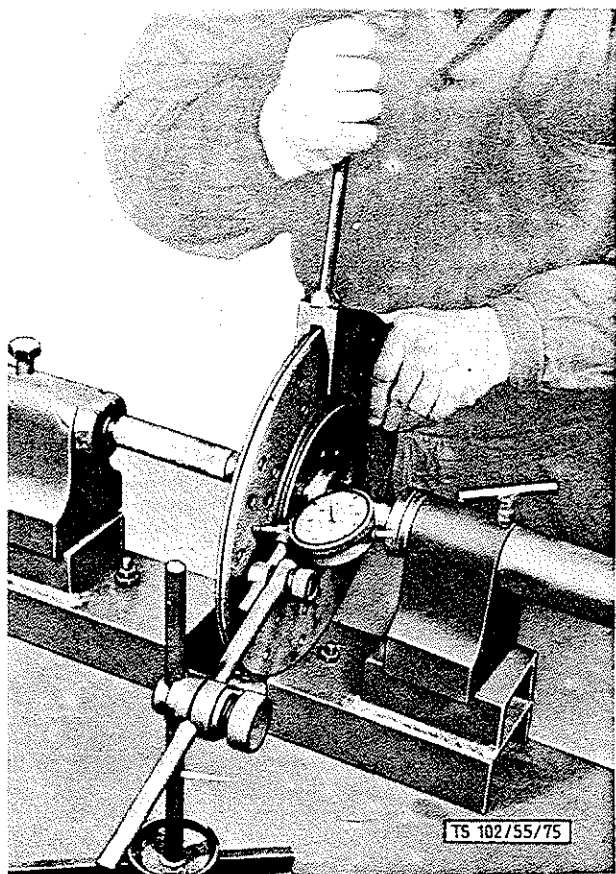

BILD 101 : Richten der Kupplungsscheibe
3. Kupplungsscheibe auf Schlag prüfen. Dazu Scheibe auf einen passenden Dorn schieben und zwischen Spitzen spannen. Seitenschlag mit Meßuhr messen (Bild101). Bei Überschreiten von 0,4 mm Schlag ist die Scheibe mit Hilfe einer Gabel zu richten. Beim Ausrichten mit der Gabel dürfen die Beläge nicht beschädigt werden.